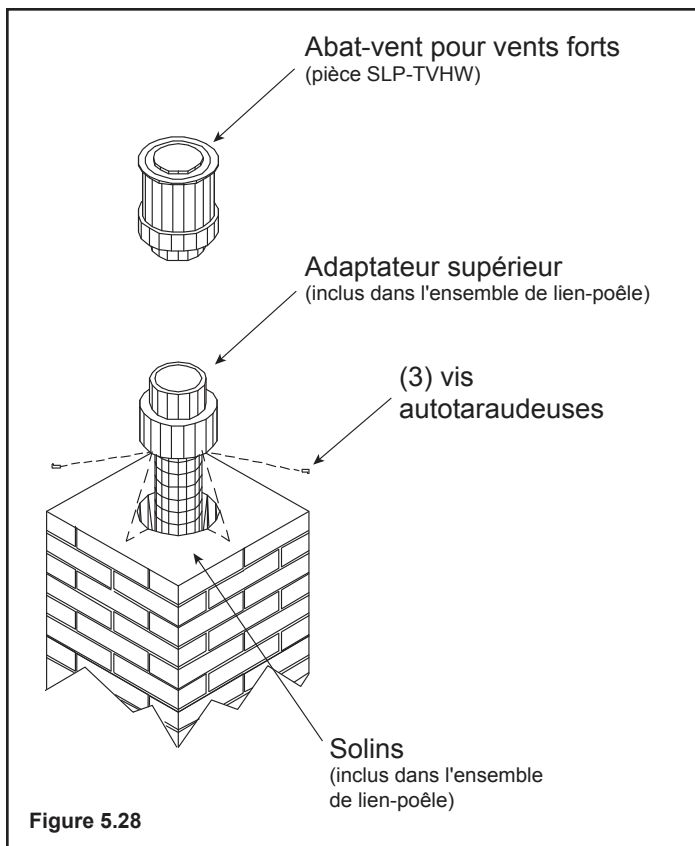

Figure 5.28
- Fixez l'adaptateur supérieur au solin en tôle galvanisée. Vissez trois vis autotaraudeuse dans le côté de l'adaptateur supérieur et dans la bride du solin (figure 5.28). Bloquez en place par une rotation sur le dessus de l'adaptateur, le chapeau pour vents forts.